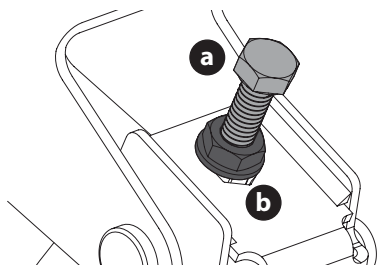

Fig. 35
3. Les écrous de réglage (a) sont placés sur chaque côté de la tondeuse (Fig. 35).
4. Desserrez les contre-écrous (b), mais ne les enlevez pas. Serrez ou desserrez le boulon droit ou celui de gauche, selon le besoin, jusqu'à ce que la hauteur des deux côtés est égale (Fig. 35).
5. Une fois le réglage approprié effectué, serrez les écrous supérieurs (b) à couple de 23 N m (200 po-lb) (Fig. 35).